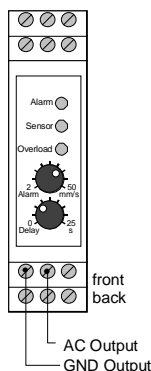

Bild 13: Signalausgang
**Signalausgang** Neben der Messung des Effektivwerts ist es oft wünschenswert, den Momentanwert des ungefilterten Sensorsignals auszuwerten. Mittels Oszilloskopie oder Spektralanalyse lassen sich mit etwas Erfahrung Informationen über die Quelle von Vibrationen gewinnen. Diese Analyse kann direkt am M10 erfolgen, aber auch nach Speicherung des Signalverlaufs mittels Datenlogger an einem anderen Ort. Dazu besitzt das M10 den Breitband-Signalausgang „AC Output“. Dieser liefert das ungefilterte, verstärkte, beschleunigungsproportionale Aufnehmersignal. Der Signalpegel am Ausgang hängt vom gewählten Messbereich und der eingestellten Empfindlichkeit ab. Bei ordnungsgemäßem Abgleich liegen an „AC Output“ 200 mV / g (1 g = 9,81 m/s2). Der Signalausgang ist bis mindestens ± 8 V aussteuerbar. Die untere Grenzfrequenz liegt bei 1 Hz, die obere Frequenzgrenze ist größer 15 kHz. Es ist zu beachten, dass die meisten Industrie-Beschleunigungsaufnehmer infolge ihrer Eigenresonanz bei dieser Frequenz bereits nichtlinear werden. Wie der Ausgang „DC Output“ ist auch der Signalausgang auf die intern generierte Mittenspannung „GND Output“ bezogen. Bild 13 zeigt die Klemmenbelegung.